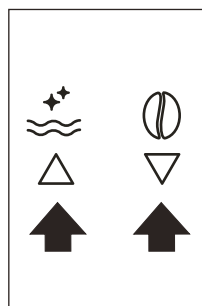
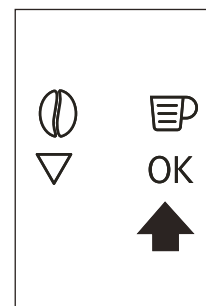

Fig. 9
Fig. 10
- Utilice los iconos Δ ∇ (B7 y B8) para seleccionar el idioma deseado (Fig.9). Cuando aparezca el mensaje "PRESS OK TO CHOOSE ENGLISH" (pulse ok para seleccionar el inglés), pulse el icono OK (B9) (Fig. 10) durante 3 segundos hasta que aparezca el mensaje "ENGLISH INSTALLED" (inglés instalado). Si configura un idioma incorrecto, siga las instrucciones en la sección "Configurar idioma". Si su idioma no está disponible, seleccione uno de los idiomas mostrados. Las instrucciones hacen referencia a la versión en inglés. Después, siga las instrucciones visualizadas.
- Pulse la tecla táctil  (B9) (Fig. 10) al cabo de varios segundos, sale un poco de agua del surtidor.